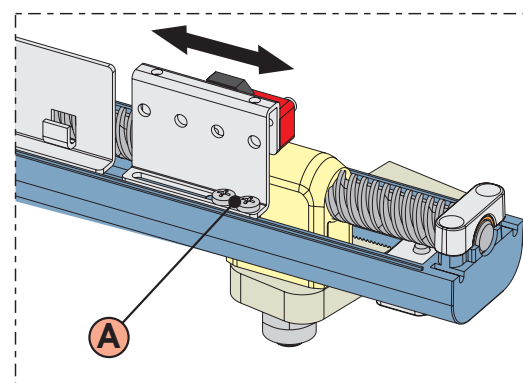

Abb. 25
- 2) Die Befestigungsschrauben der einzustellenden Endschalter lockern, Abb. 25 – Bez. A.